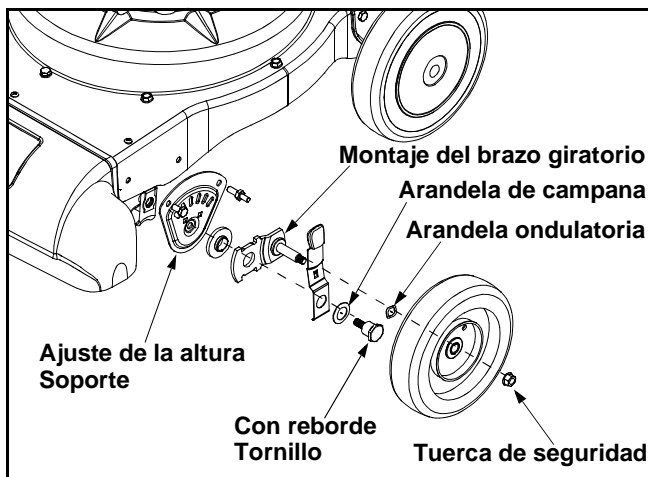

Figura 11
- Desconecte el cable de la bujía y conéctelo a tierra lejos de la misma. Saque las tuercas de seguridad, las ruedas delanteras y las arandelas ondulatorias que van unidas a los montajes del brazo giratorio. Ver Figura 11.